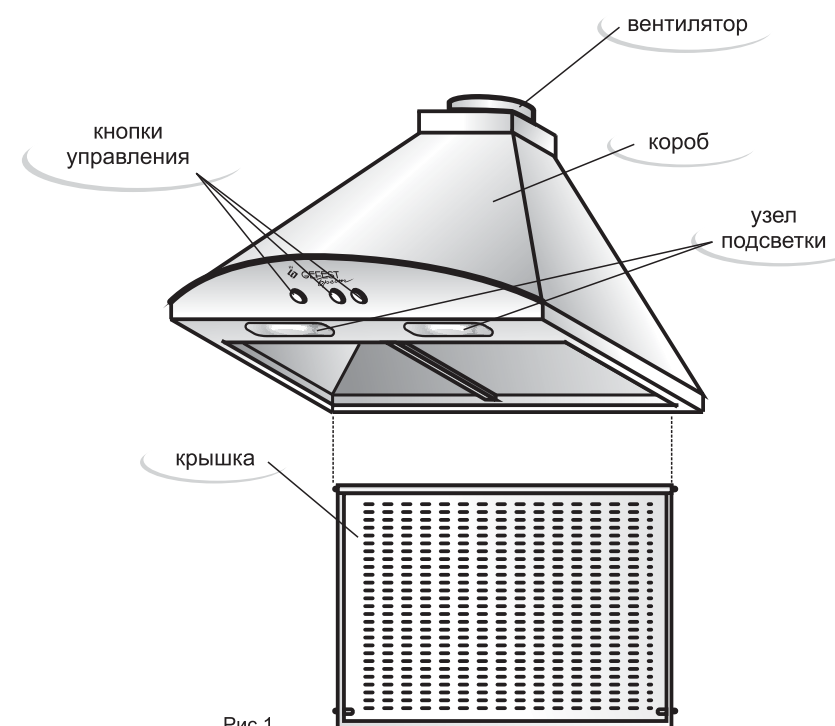

Рис.1
- Внутри корпуса вытяжки (рис.1) располагаются вентилятор и узел подсветки. Снизу корпус закрывается декоративной крышкой. На панели расположены кнопки управления работой вытяжки.